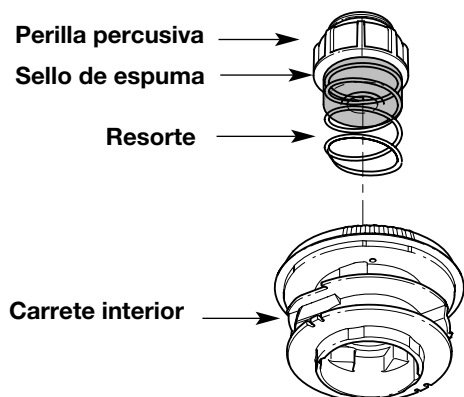

Fig. 20
- Saque la perilla percusiva, el resorte y el sello de espuma girando la perilla percusiva en sentido antihorario (Fig. 20).
- Saque la botón de tope, el resorte y el sello de espuma (Fig. 20).
7. Coloque la botón de tope, el resorte y el sello de espuma en la bobina exterior (Fig. 20).